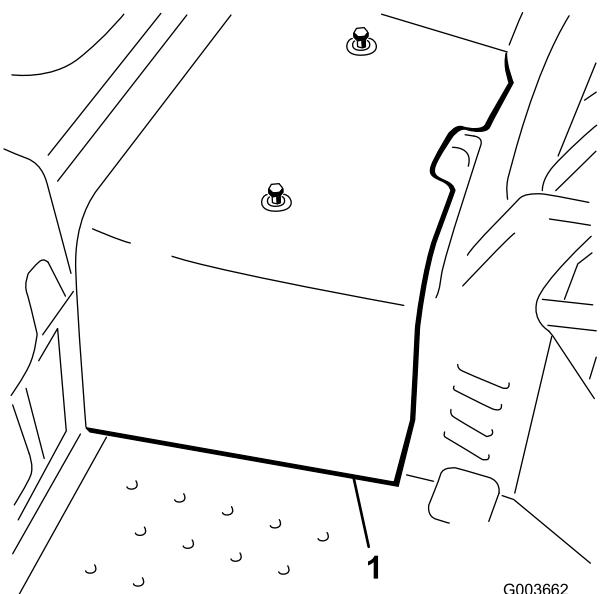

Рисунок 3
- Отсоедините и снимите с рамы центральный кожух (Рисунок 3).